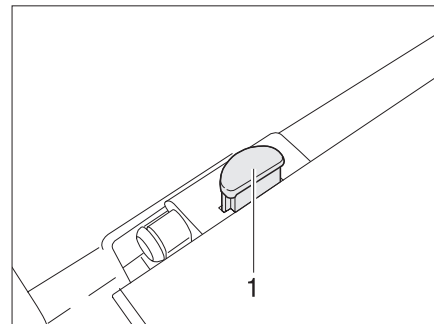

Fig. 41 Bloccaggio del piano del tavolo
- ▶ Sul bloccaggio del piano del tavolo premere il bottone di sbloccaggio (Fig. 41,1).